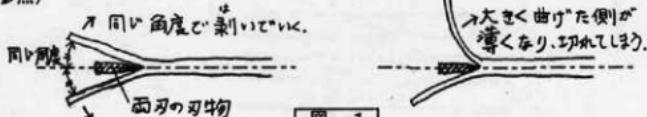

図 1
- 竹は同じ角度で割していくとよい。大きく曲げた方に竹は薄くなってしまって切れてしまう。(図1参照)
- 割った竹を外皮と内肉に2等分するように剥いでいく。決して削ってはいけない。(図1参照)